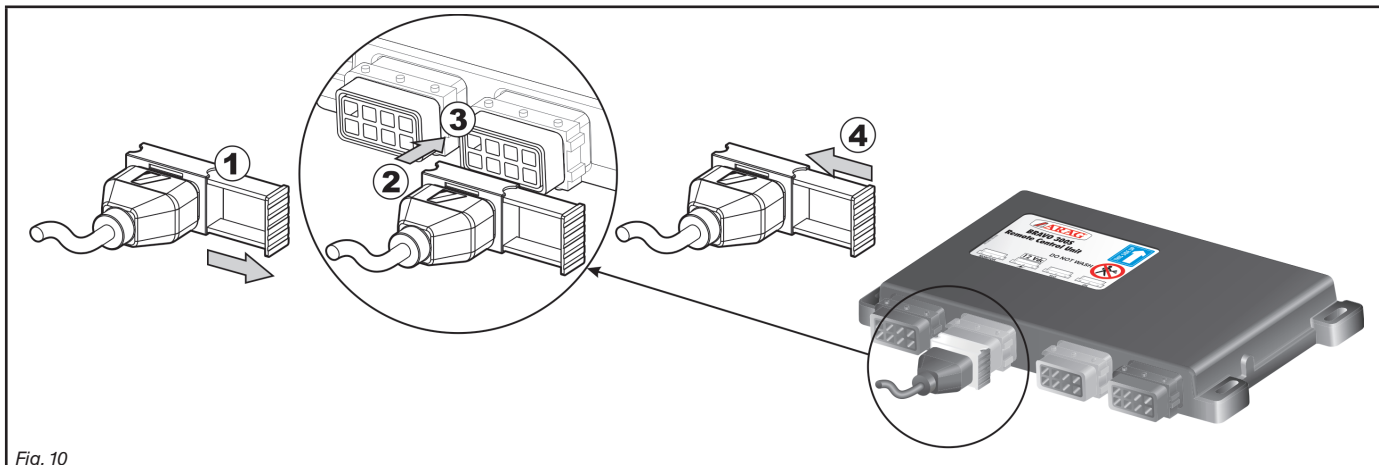
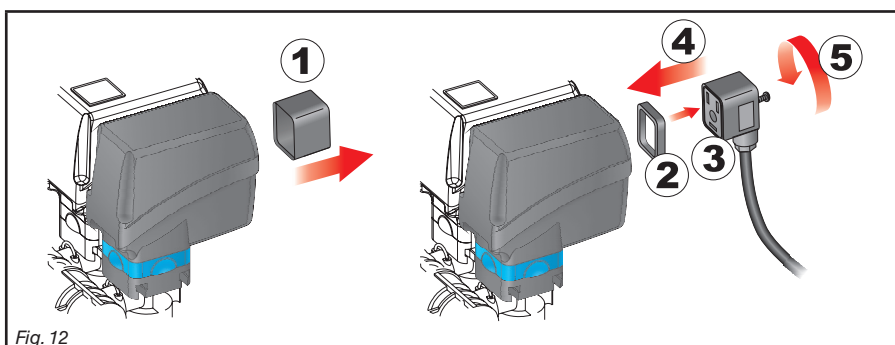

Fig. 10
Fig. 12
- Aprite la slitta del connettore (1, Fig. 10).
- Posizionate il connettore (2) inserendolo sulla presa (3) quindi premete: **fate attenzione, durante l'inserimento, a non piegare i contatti elettrici.**
- Chiudete la slitta (4) fino al completo serraggio.
- Tutti i connettori di collegamento alle valvole devono essere forniti della guarnizione di tenuta prima di procedere al collegamento (Fig. 12).
- Togliete il cappuccio di protezione (1, Fig. 12) dalla valvola elettrica.
- Posizionate la guarnizione (2) imboccandola sul connettore (3) quindi collegate il connettore premendolo a fondo (4): **fate attenzione, durante l'inserimento, a non piegare i contatti elettrici sulla valvola.**
- Avvitare la vite (5) fino al completo serraggio.